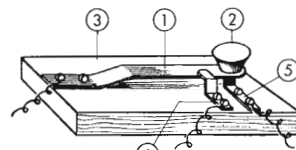

Fig. 377. Tasto Morse di propria fabbricazione.
Un semplice impianto Morse, col quale possiamo telegrafare fino a circa 200 metri di distanza, si può eseguire, secondo le figure 377 e 378, per mezzo di due cicaline **S** d'acquisto e due tasti Morse **T** di propria fabbricazione. Si fabbrica il tasto (1) piegando convenientemente una striscia di lamina elastica d'ottone lunga circa 100 mm, della larghezza di 10 mm e dello spessore di 0,6-0,8 mm. Nella striscia si eseguono due fori, per avviarla sull'assicella di base (3), oltre ad un foro per l'avvitamento d'una manopola (2) di legno o di plastica. L'arresto del tasto, tendente a sollevarsi per effetto dell'elasticità, è costituito da una